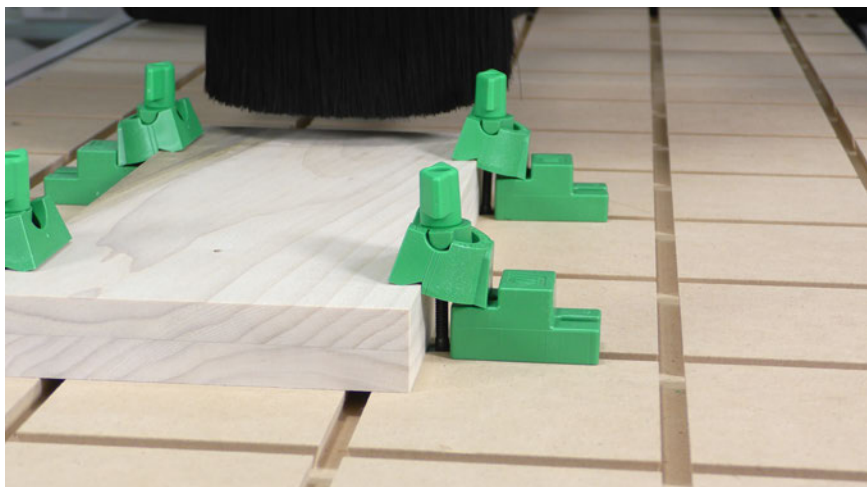

Fig 8d - U-Pad high
- 8.6.** Bei Werkstücken, die dicker als 7/8 Zoll (22 mm) sind, muss das obere Ende des Steigbügels 4C unter die Unterlage 4A gelegt werden. Die Flügelmutter anziehen, um den erforderlichen Druck zu erzeugen. (Fig 8d)